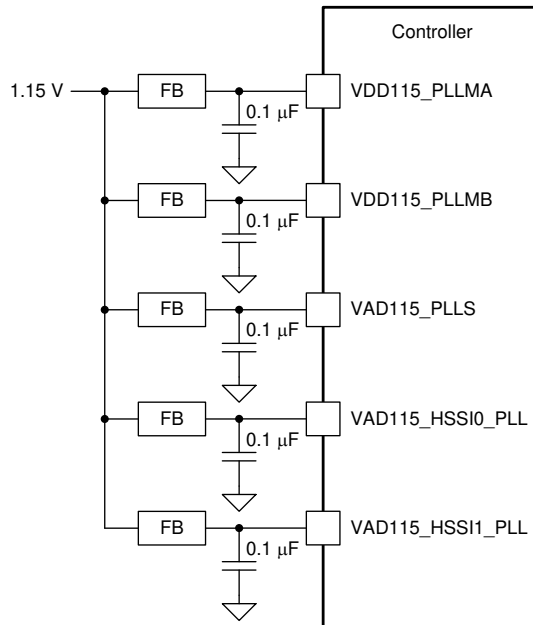
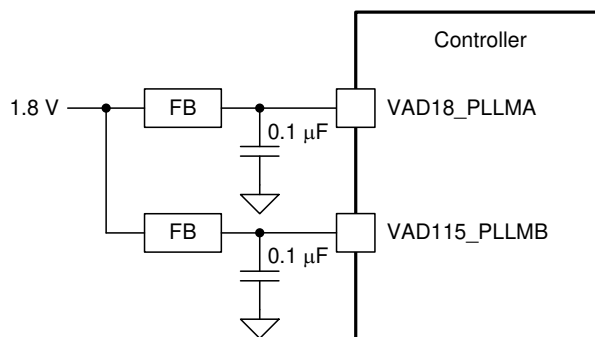

图 9-7. 1.15V PLL 电源滤波器拓扑
图 9-8. 1.8V PLL 电源滤波器拓扑
1.15V 和 1.8V 电源引脚上的每一个引脚都应分别具有铁氧体磁珠和 0.1 μ F 陶瓷电容器形式的高频滤波功能。确保在高于 10MHz 的频率下，铁氧体磁珠的阻抗远大于电容器的阻抗。将这些元件放置在非常靠近各个 PLL 电源焊球的位置。推荐值、拓扑和布局示例分别如表 9-1、图 9-7、图 9-8 和图 9-9 所示。